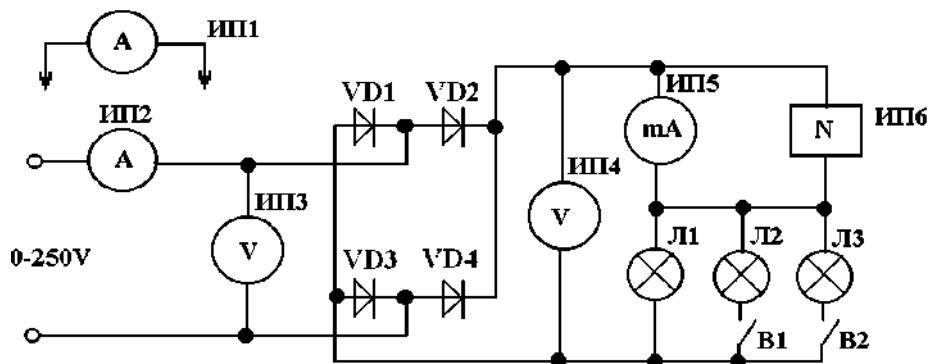

Рис. 9. Схема лабораторной установки:
1. Соберите схему согласно рис. 9
1. Соберите схему согласно рис. 9.